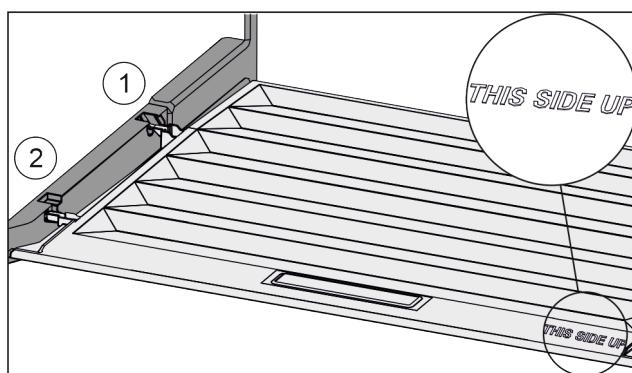

Fig. 57
- Výstupky veka zavedte cez otvor zadného držiaka Fig. 57 (1) a zaistite vpred v držiaku Fig. 57 (2).